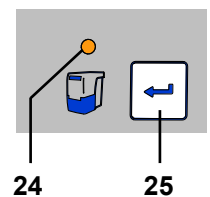

Fig. 8
**Dacă sertarul de praf nu este golit, indicatorul pentru sertarul de praf va rămâne aprins (24, Fig. 8). Când aparatul este oprit/pornit, acesta va emite un semnal acustic pentru a reaminti că sertarul de praf trebuie golit.**